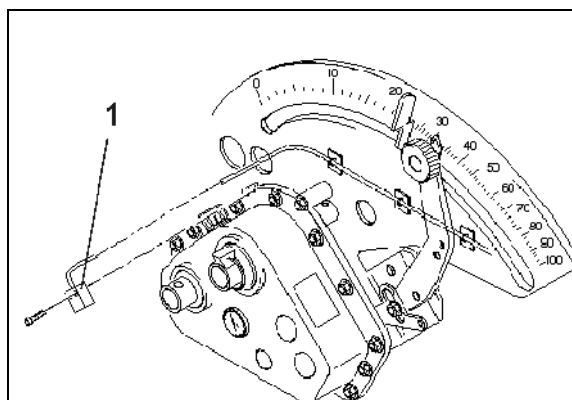

Рис. 8
1. Привинтите датчик (Рис. 8/1) к бесступенчатому редуктору.